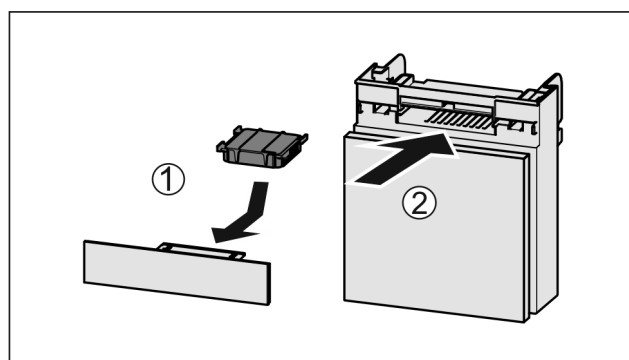

Fig. 129
- ▶ Introduzca el compartimiento Fig. 129 (2).